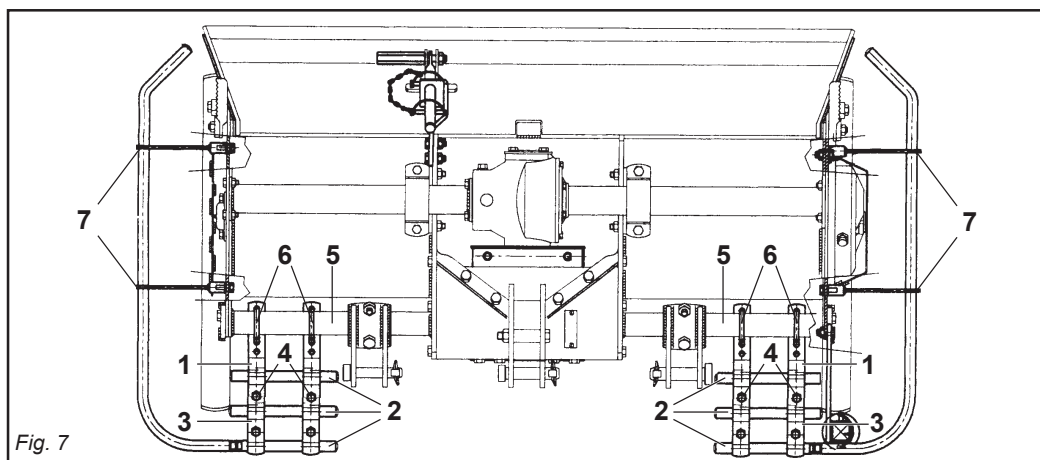

Fig. 7
- Il gruppo delle protezioni, composto dall'attacco (1 Fig. 7) che fa da fermo per i tubi (2 Fig. 7) bloccati dalla staffa (3 Fig. 7) e dalle viti (4 Fig. 7), è fissato al tubo quadro anteriore (5 Fig. 7) mediante i cavallotti (6 Fig. 7), e va posizionato uno a destra e uno a sinistra il più esternamente possibili.
- Lateralmente, su entrambe le fiancate, vanno fissate tramite le viti delle protezioni sagomate (7 Fig. 7).
- The protection unit, consisting of the coupling (1 Fig. 7) that acts as a clamp for the pipes (2 Fig. 7) locked by the bracket (3 Fig. 7) and by the screws (4 Fig. 7), is fixed to the square front pipe (5 Fig. 7) by the U-bolts (6 Fig. 7) and should be positioned as far outwards as possible, one on the right and the other on the left.
- The shaped protections should be fixed laterally with screws to both the sides (7 Fig. 7).
- Le groupe des protections, comprenant l'attelage (1 Fig. 7) qui sert de butée pour les tubes (2 Fig. 7) bloqués par la bride (3 Fig. 7) et par les vis (4 Fig. 7), est fixé au tube carré avant (5 Fig. 7) par des crampons (6 Fig. 7). Positionner une protection à droite et une à gauche, le plus possible à l'extérieur.
- Les protections galbées doivent être fixées latéralement, des deux côtés avec les vis des protections (7 Fig. 7).
- Die Gruppe der Schutzvorrichtungen, die sich aus dem Anschluß (1 Abb. 7), der zur Arretierung für die Rohre (2 Abb. 7) dient, die durch den Bügel (3 Abb. 7) blockiert werden, und den Schrauben (4 Abb. 7) zusammensetzt, wird am vorderen Vierkantröhr (5 Abb. 7) mit den U-Bolzen (6 Abb. 7) befestigt. Eine davon ist rechts und eine links, so weit wie möglich außen anzubringen.
- Seitlich auf den beiden Seitenteilen sind die geformten Schutzteile (7 Abb. 7) mit Schrauben zu befestigen.
- El grupo de las protecciones, compuesto por la conexión (1 Fig. 7) que funciona como bloqueo de los tubos (2 Fig. 7) bloqueados a su vez por el soporte (3 Fig. 7) y por los tornillos (4 Fig. 7), está fijado en el tubo cuadrado anterior (5 Fig. 7) mediante los pernos de U (6 Fig. 7) y debe ser emplazado uno a la derecha y uno a la izquierda lo más externamente posible.
- Lateralmente, sobre ambos lados, debemos fijar mediante los tornillos las protecciones molduradas (7 Fig. 7).